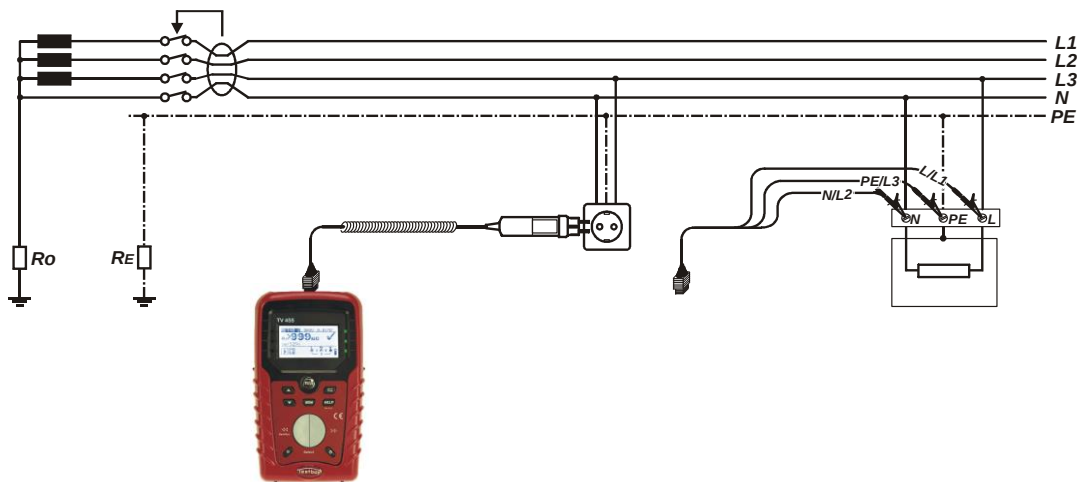

Bild 5.17: Anschluss des Plug Commanders (Netzsteckeradapter) und des Universalprüfkabels
- ❑ **Schließen** Sie die Prüfleitungen am Prüfling **an** (siehe Bild 5.17).
- ❑ **Schließen** Sie die Prüflleitungen am Prüfling **an** (siehe Bild 5.17).
□ Wählen Sie mit dem Funktionswahlschalter die Funktion RCD. □ Setzen Sie die Unterfunktion auf AUTO. □ Stellen Sie (bei Bedarf) die Prüfparameter ein. □ Schließen Sie das Prüfkabel am Instrument an. □ Schließen Sie die Prüfleitungen am Prüfling an (siehe Bild 5.17). □ Drücken Sie die Taste TEST, um die Messung durchzuführen.	Start der Prüfung